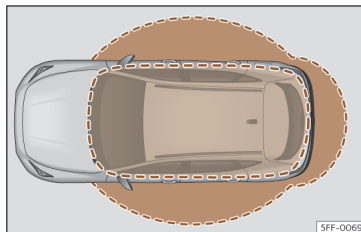

Fig. 76 Keyless Access: zonas de proximidade.
- O veículo destranca-se quando a chave da ignição se deteta numa área próxima >>> **Fig. 76**. Todos os indicadores de direção se acendem duas vezes.